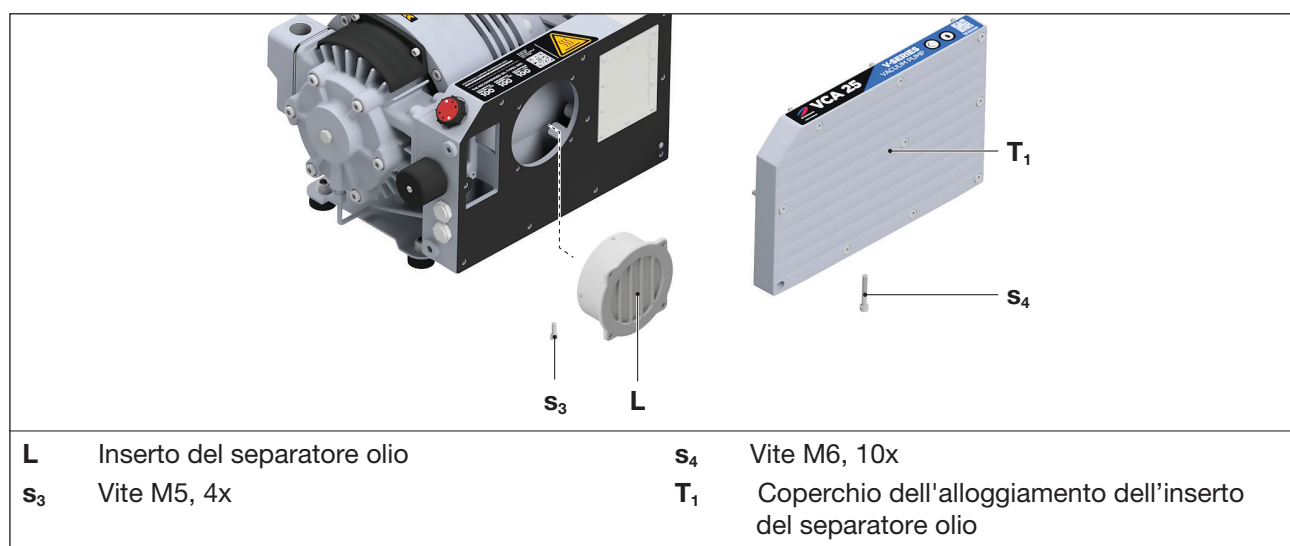

Fig. 8 Inserto del separatore olio
- b) Allentare le viti (Fig. 8/s4) sul coperchio dell'alloggiamento dell'inserto del separatore olio (Fig. 8/T1) e rimuovere il coperchio dell'alloggiamento dell'inserto del separatore olio (Fig. 8/T1).
- c) Allentare le viti (Fig. 8/s3) dell'inserto del separatore olio (Fig. 8/L) e rimuovere l'inserto del separatore olio.
- d) Inserire un nuovo inserto del separatore olio (Fig. 8/L) e fissarlo con le viti (Fig. 8/s3). Stringere la vite a mano.
- e) Rimontare il coperchio dell'alloggiamento dell'inserto del separatore olio (Fig. 8/T1) e fissarlo con le viti (Fig. 8/s4).
- b) Serrare la vite ad anello del motore (Fig. 8/m) e fissare il paranco alla vite ad anello del motore. Se non sono disponibili golfari, appendere il motore con imbracature rotonde.